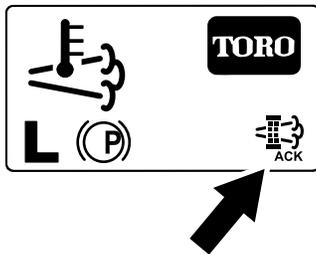

Figura 32
8. L'InfoCenter visualizza la schermata Home e l'icona della rigenerazione (Figura 32) è presente nell'angolo in basso a destra della schermata mentre la rigenerazione procede.